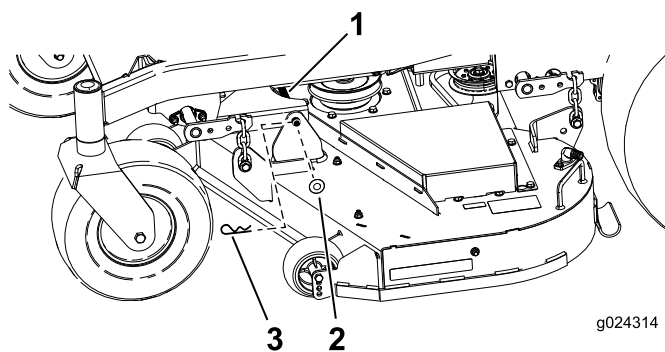

Figure 65
1. Retirez la goupille fendue et la rondelle qui fixent la longue barre de liaison au cadre et au tablier, et enlevez la barre de liaison (Figure 65).
9. Fixez la barre de liaison avec les goupilles fendues et les rondelles retirées précédemment (Figure 65).